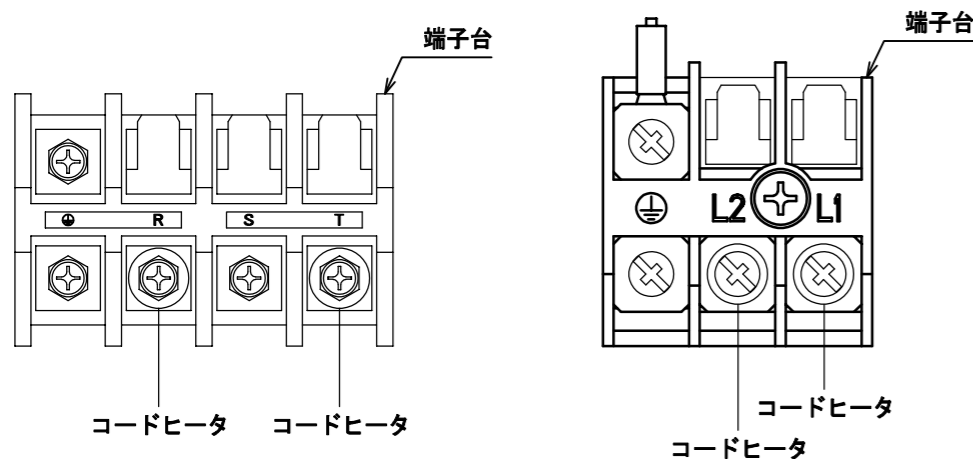
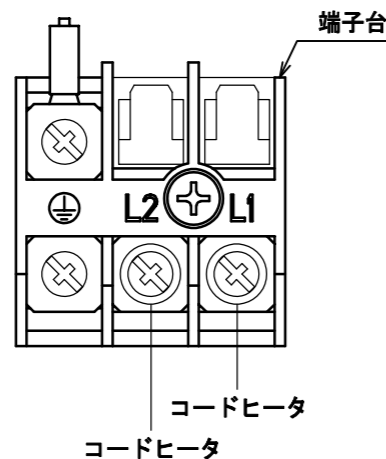

図10
図11
- ・3相機の場合は図10に従い端子台RとTに、単相機の場合は図11に従いL1とL2に接続してください。